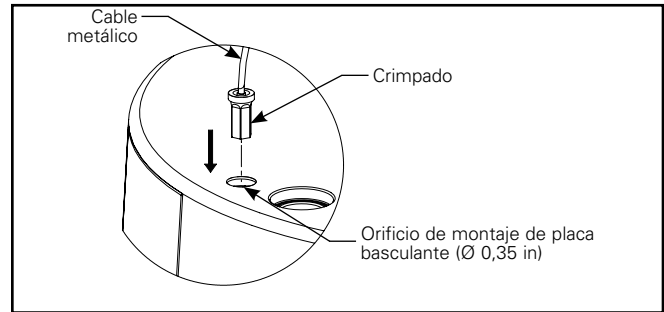

Figura 3.1.
- A. Inserte el cable metálico con la tuerca de crimpado en el orificio (0,35 in) de la cubierta superior del cubo (Figura 3.1).